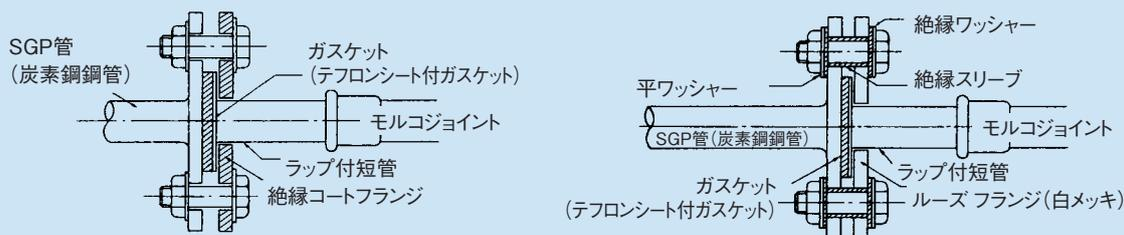

図2-7-1 フランジによる接合
(1) ライニング鋼管及びSGP (炭素鋼鋼管) との接合方法
- フランジ接合の場合はコートフランジ又は絶縁ボルト・ナットをお使いください。(図2-7-1)